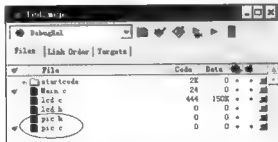

图 13-30 添加 `pic.h` 和 `pic.c` 文件
(4) 此时，需要将 `pic.h` 和 `pic.c` 文件添加到该工程中，如图 13-30 所示。